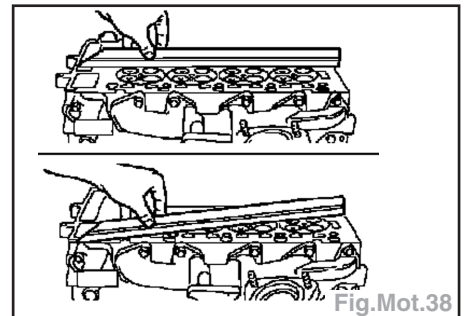

Fig.Mot.38
- Contrôler la déformation en longueur au niveau des surfaces d'étanchéité de la culasse et le retrait en diagonale à l'aide d'une règle de précision (Fig.Mot.38).